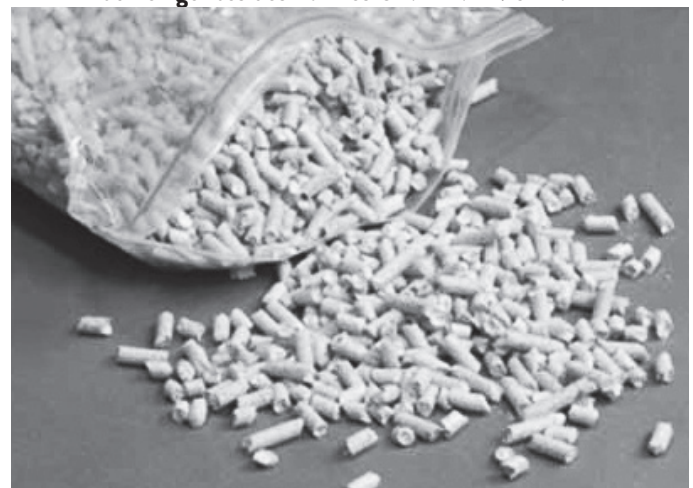

fig. 3.1
- Le pellet, ou granulé de bois (fig. 3.1) est composé de différentes essences de bois compressé par procédé mécanique dans le respect des normes de protection de l'environnement. C'est le seul combustible autorisé pour ce type de poêle.